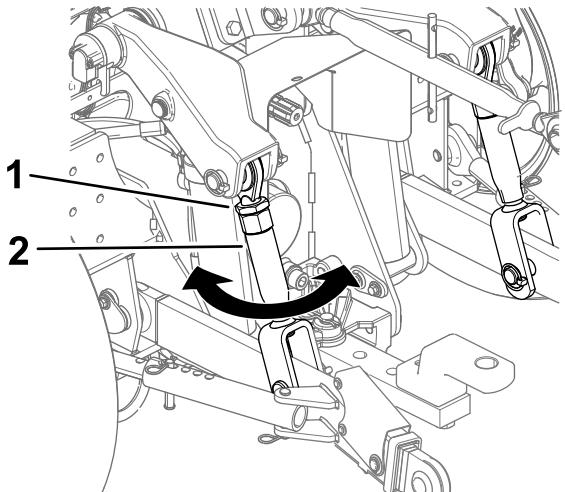

図 24
2. アタッチメントが水平になるように昇降リンクで調整する図 24。
3. ジャムナットを締める図 24。
1. 一方の昇降リンクのジャムナットをゆるめる図 24。